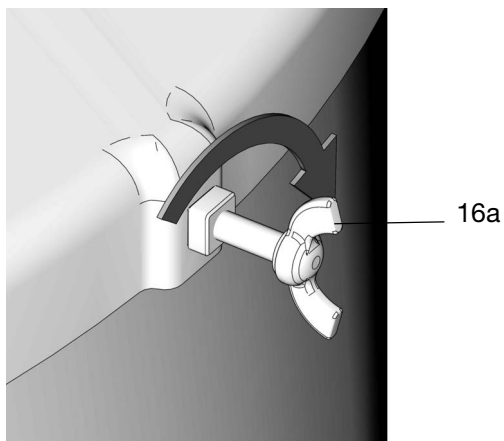

Рис. 29
9. Затяните винты-барашки (16а), чтобы зафиксировать крышку (16) на бочке (Рис. 29).